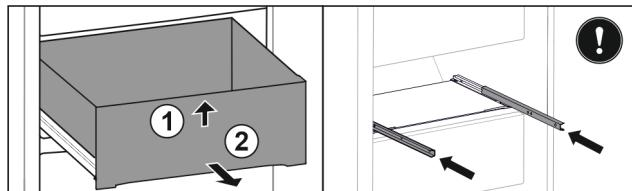

Fig. 113
- Nadvhynite zásuvku vpred. Fig. 113 (1)
- Odoberte zásuvku dopredu. Fig. 113 (2)